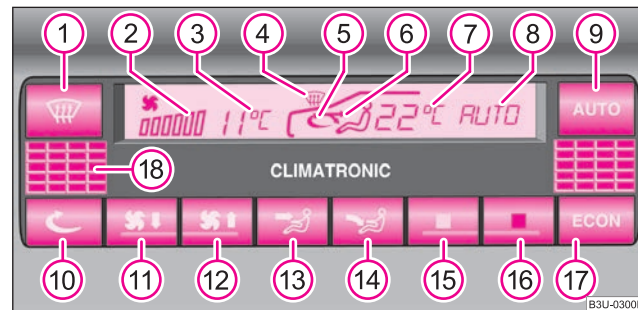

Abb. 109 Climatronic: Bedienungselemente
Zuerst drücken und halten Sie die Taste  ⇒ Seite 95, Abb. 109 und betätigen dann die Taste . Im Display erscheint die Temperatur-Maßeinheit. ►
- Drücken Sie die Taste  oder  ⇒ Seite 95, Abb. 109 so lange, bis die gewünschte Temperatur eingestellt ist.
Die Anzahl der Striche am Display ② ⇒ Seite 95, Abb. 109 zeigt die Gebläsestufe an.